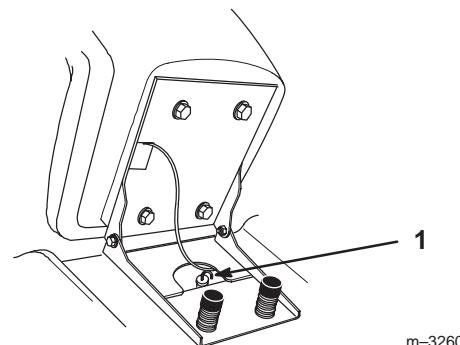

Bild 50
- Reinigen Sie den Bereich um den Ölpeilstab (Antriebsachse) herum (Bild 50), damit kein Schmutz in den Einfüllstutzen gelangen und so die Antriebsachse beschädigen kann.
- Ziehen Sie den Ölpeilstab aus der Antriebsachse und wischen das Metallende ab (Bild 50).
- Schrauben Sie den Ölpeilstab vollständig in das Einfüllrohr (Bild 50).
- Gießen Sie die angegebene Ölmenge langsam in das Einfüllrohr (Bild 50) ein.